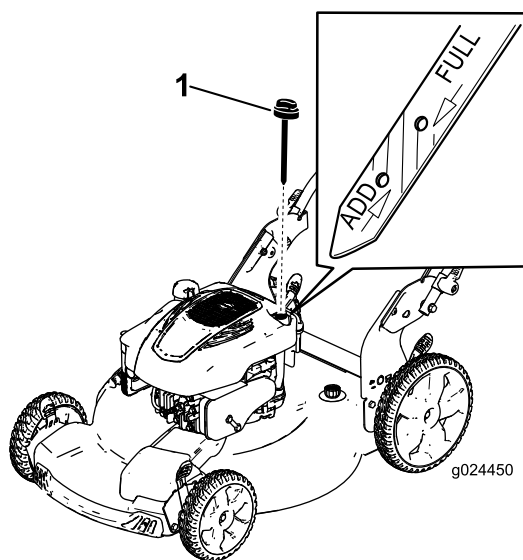

Figure 22
3. Retirez la jauge (Figure 22).
10. Relevez le niveau d'huile indiqué sur la jauge (Figure 22).